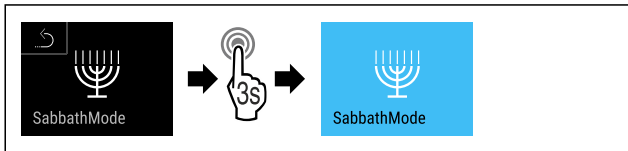

Fig. 71
- ▶ Wykonać czynności (patrz Fig. 71).